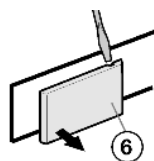

Fig. 6
- ▶ С помощью отвертки сверху отсоедините и снимите расположенную со стороны ручки крышку Fig. 6 (6).